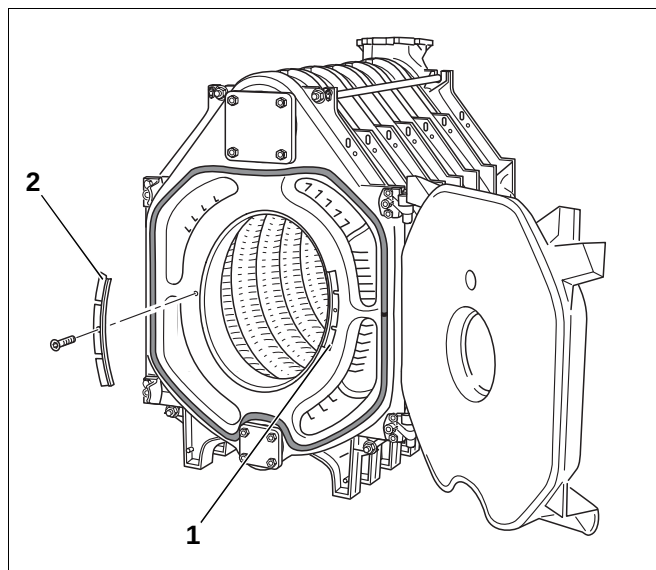

Fig. 30 Røykgass-sperreplatenes posisjon
Røykgass-sperreplatene (fig. 30, **pos. 1 og 2**) er fra fabrikkens side skrudd fast til forelementet med en innvendig sekskantskrue pr. sperreplate.